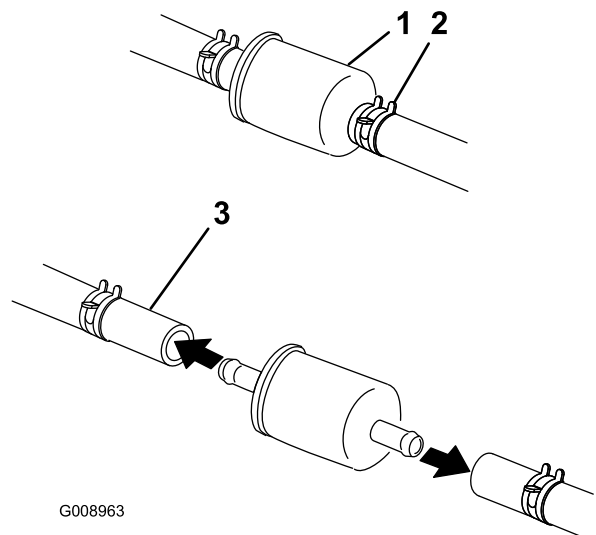

Figura 58
4. Cierre la válvula de cierre de combustible, situada debajo del asiento (Figura 58).
5. Apriete los extremos de las abrazaderas y deslícelas por la manguera alejándolas del filtro (Figura 58).
7. Instale un filtro nuevo y acerque las abrazaderas al filtro (Figura 58).